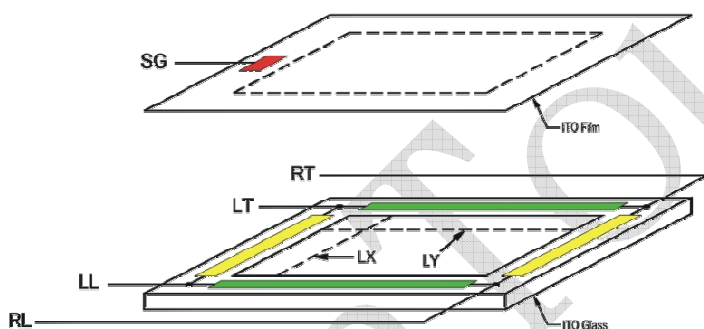
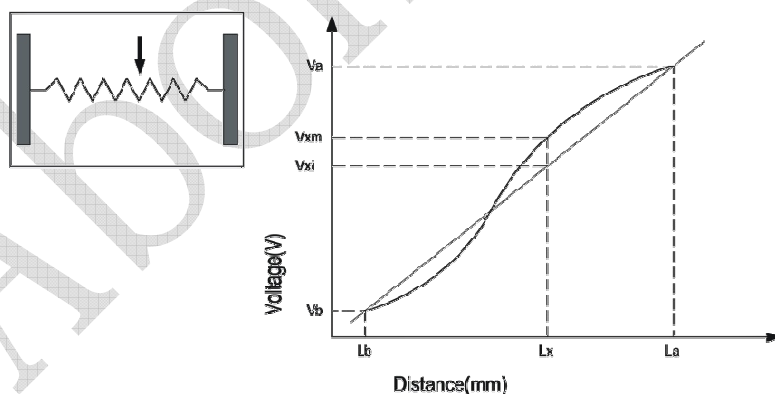

Figure 10.1
Figure 10.2
Step 6: measure the voltage differences between RT and LT(or RT and RL) (Fig 10.1) (Fig 10.2)
[將 RT、RL 短路(或 RL、LL 短路)並接上 5V 的直流電，另外將 LT、LL 短路(或 RT、LT 短路)並接上接地線圖 0V，以 5.0mm 的間隔，利用手寫筆(stylus)劃直線(如圖 2 中 LX 和 LY)，並量測 SG 的電壓，量測並計算 RT 與 LT 間的電位差(或 RT 與 RL 間的電位差)] (Fig 10.1) (Fig 10.2)